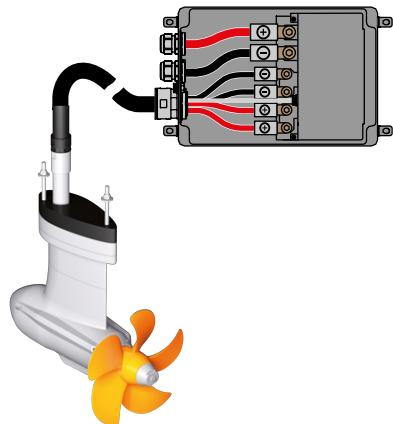

Fig. 45: Bekabeling elektronicafoon
1. Draai de schroeven (1) van de elektronicabox los, om deze te openen.
4. Sluit de vermogenskabels aan op de overeenkomstig gemarkeerde polen (rood=+, zwart=-; 10 Nm), zie "Fig. 45: Bekabeling elektronicabox".
5. Sluit de motorkabel op de aansluiting van de motorsturing (6) aan.